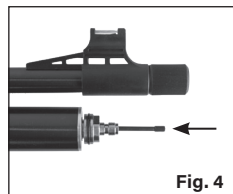

Fig. 4
2. Insérez l'outil de dégazage dans l'extrémité du raccord de remplissage (Fig. 4).